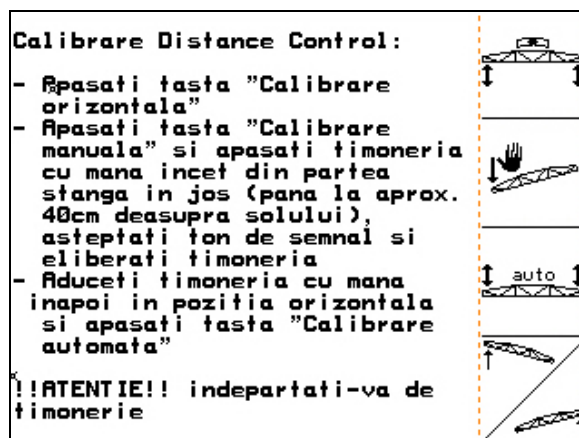

Fig. 31
1.  (Fig. 31) porniți calibrarea automată.